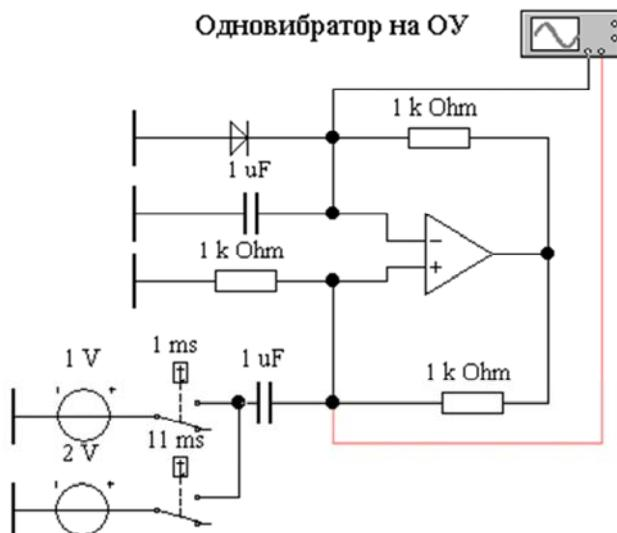

Рис. 10.11. Одновибратор на ОУ (файл **odnov_oa.ewb**)
10. Исследовать одновибратор на ОУ (файл **odnov_oa.ewb**, рис. 10.11). Оценить влияние элементов схемы на параметры генерации импульсов. Для этого рекомендуется изменять на порядок параметр каждого элемента.